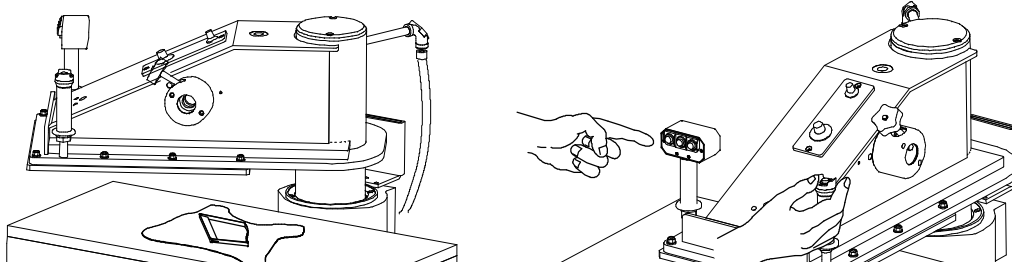

Fig. 16
- étendre le matériel sur la table de travail et y appuyer l'emporte-pièce (gauche Fig. 16)
- après avoir réglé la course par la manivelle (on conseille une course de 7/8 mm. environ), appuyer **simultanément** sur le bouton-poussoir de la poignée à droite et le bouton-poussoir le plus convenable parmi les trois placé sur la boîte à boutons à gauche (droite, Fig. 16) par rapport au développement linéaire de l'emporte-pièce, en agissant même sur les potentiomètres connectés aux boutons-poussoirs no.1 et no. 3, si nécessaire (voir paragraphe 4.1). De cette façon on peut obtenir la précision de découpe maximum, avec l'usure minimum du billot.